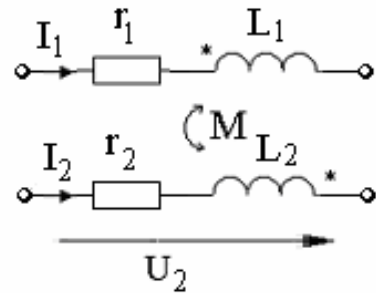

Рис. 72
50. Для двух индуктивно связанных катушек (рис. 72) заданы $i_1 = 7,5 \sin(\omega t + 90^\circ)$ А, $r_2 = 8$ Ом, $x_{L1} = 5$ Ом, $\omega M = 2$ Ом, $I_{2m} = 5e^{-j90}$ А. Написать выражение напряжения U_2 на зажимах второй катушки.